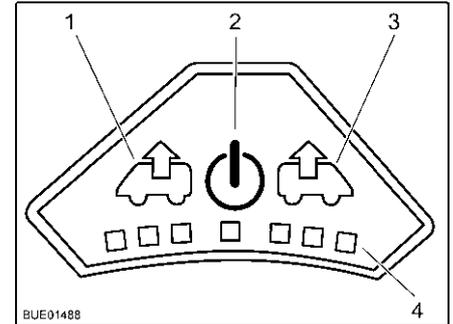

Fig. 117 Panneau de commande du ventilateur
**Mise en marche :** ■ Appuyer sur la touche Marche/Arrêt (Fig. 117,2). Le ventilateur fonction en mode confort (aération à faible vitesse de rotation).
**Ventiler :** ■ Pour augmenter la vitesse de rotation du ventilateur, appuyer sur la touche Ventiler (Fig. 117,1). La vitesse de rotation du ventilateur augmente d'un niveau de puissance dans le sens de l'échappement. Les DEL (Fig. 117,4) montrent les niveaux de puissance.
■ Pour réduire la vitesse de rotation du ventilateur, appuyer sur la touche Aérer (Fig. 117,3). La vitesse de rotation du ventilateur diminue d'un niveau de puissance.
- Pour augmenter la vitesse de rotation du ventilateur, appuyer sur la touche Aérer (Fig. 117,3). La vitesse de rotation du ventilateur augmente d'un niveau de puissance dans le sens de l'aération. Les DEL (Fig. 117,4) montrent les niveaux de puissance.
- Pour réduire la vitesse de rotation du ventilateur, appuyer sur la touche Ventiler (Fig. 117,1). La vitesse de rotation du ventilateur diminue d'un niveau de puissance.
- Appuyer sur la touche Marche/Arrêt (Fig. 117,2). Le ventilateur s'arrête, les DEL s'éteignent.